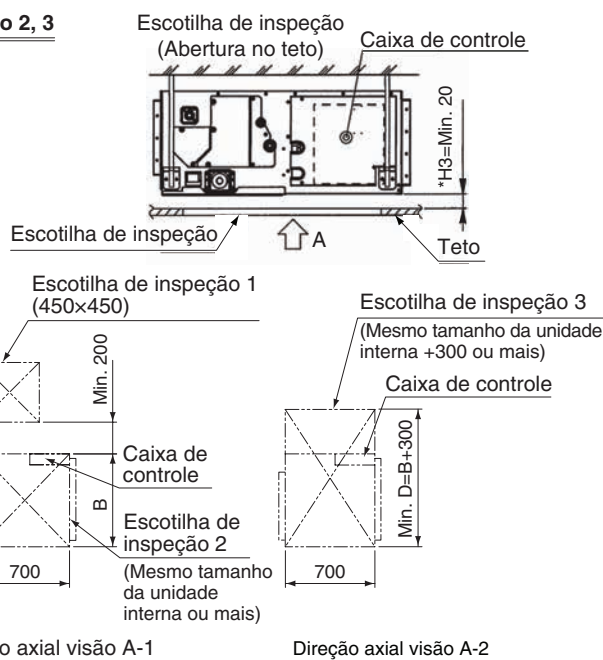

Fig. 2-3
2. Escotilha de inspeção 2 (450 × 450) para a caixa de controle e janela de inspeção 2 para a parte inferior do produto (veja direção axial visão A-1). **(Consulte a Fig. 2-3)**
3. Escotilha de inspeção 3 para a parte inferior do produto e a parte inferior da caixa de controle (ver direção axial visão A-2). **(Consulte a Fig. 2-3)**